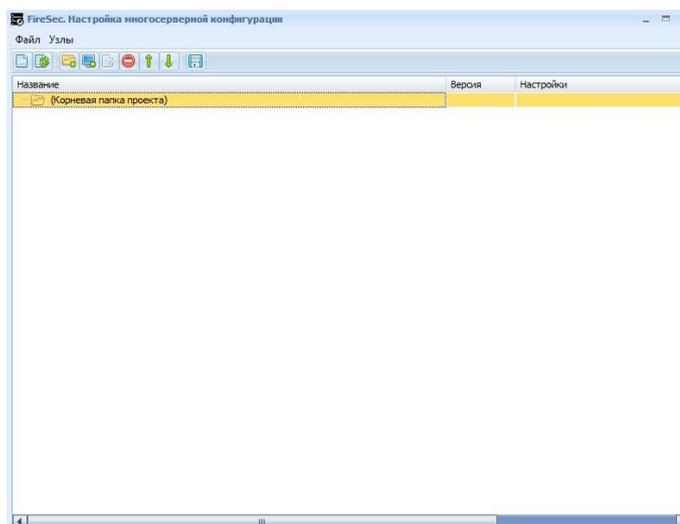

Рисунок 32.2 Окно приложения «Настройка многосерверной конфигурации»
- 1) Запустить приложение из меню Пуск → Все программы → Настройка многосерверной конфигурации (Рисунок 32.2). При первом запуске, по умолчанию пароля нет (при сохранении настроенной конфигурации можно задать и сохранить пароль).